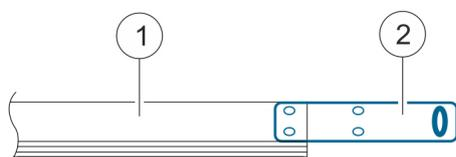

Abb. 14: Bohrschablone ansetzen
5. ➤ Bohrschablone (Abb. 14/2) an den Enden der Oberleitungsstromschiene (Abb. 14/1) anlegen und Löcher bohren (M10).